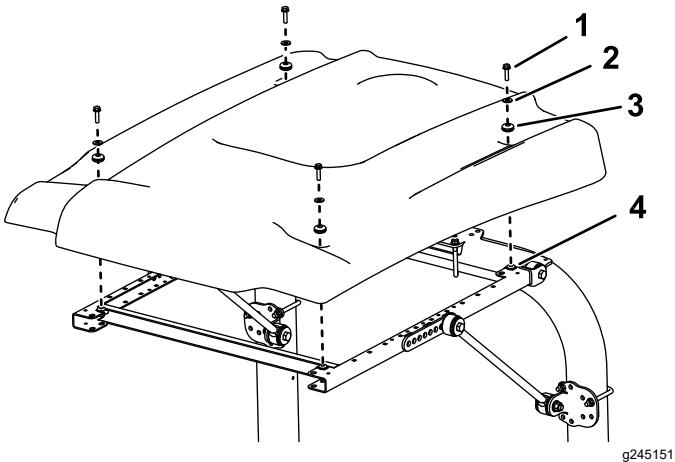

Figura 45
9. Ao alinhar os furos de montagem, posicione o toldo na estrutura como se mostra na Figura 45.
10. Monte, sem apertar completamente, cada canto do toldo na estrutura com um parafuso de cabeça flangeada (5/16 pol. x 1 1/4 pol.), uma anilha pequena e um olhal (Figura 45).